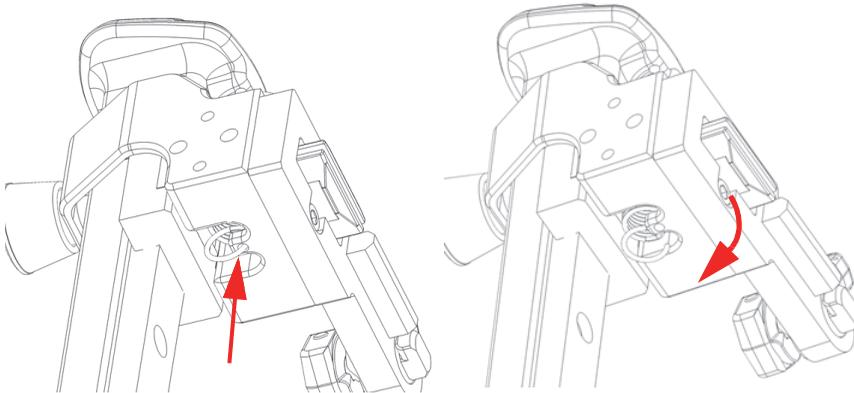

Figure 2-26 Retrait du ressort du trou de fixation
1. À l'aide de pinces à bec long, retirez la partie inférieure du ressort du trou du support du bras à ressort (Figure 2-26 à la page 56).